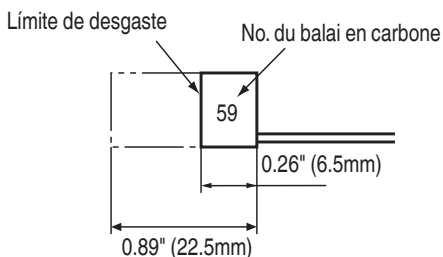

Fig. 6
4. Inspection des balais en carbone (Fig. 6)
Utiliser le balai en carbone metabo HPT No. 59 indiqué sur la Fig. 6.